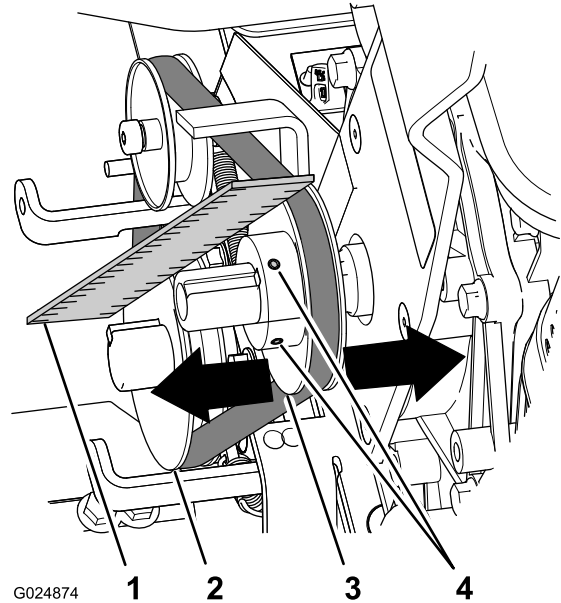

Figura 24
1. Coloque una regla sobre la polea del motor y la polea de la caja de engranajes (Figura 24).
- A. Afloje los 2 tornillos de fijación que sujetan la polea del motor al eje del motor (Figura 24).
- B. Golpee suavemente la polea del motor para acercarla o alejarla del motor, hasta que las poleas de la caja de engranajes y del motor queden alineadas con la regla (Figura 24).
- C. Apriete los 2 tornillos de fijación que sujetan la polea del motor al eje del motor (Figura 24).